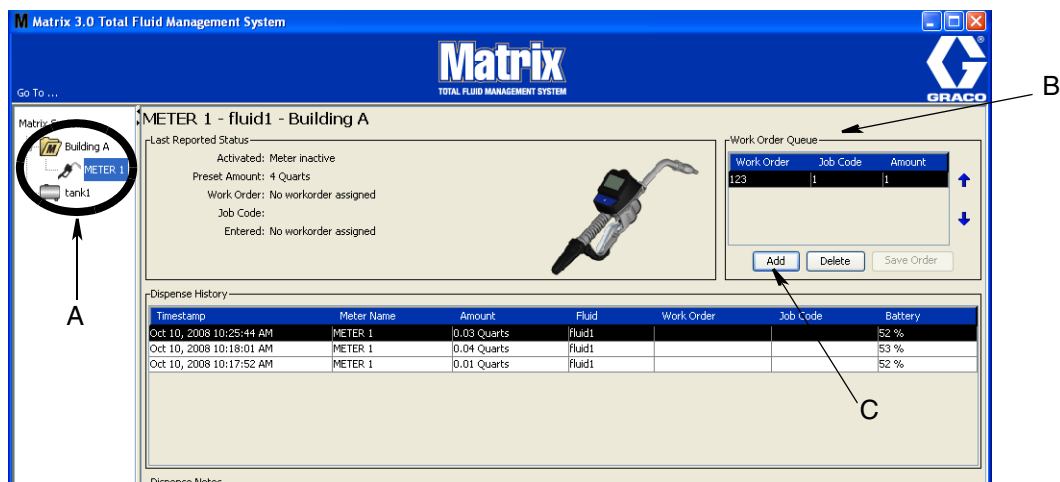

FIG. 188
1. Dans la zone Groupes Définis par l'Administrateur du Système de l'écran principal de Matrix (A), sélectionnez le compteur auquel vous envoyez le bon de commande (FIG. 188).
2. Dans la section File d'attente de bon de commande (B) de l'écran, cliquez sur le bouton Ajouter (C) (FIG. 188). Une liste des bons de commande disponibles pour ce compteur s'affiche.